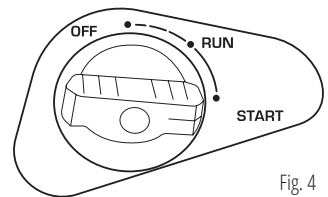

Fig. 4
4. Rotiți butonul de comandă al clapetei de aer în poziția „OFF” (Fig. 4).